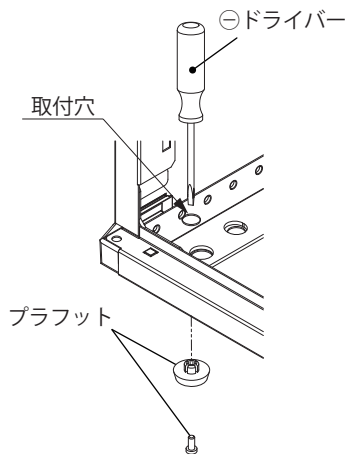

図 6
1. ラック本体底面の取付穴にあるプラフット(4 か所)を⊖ドライバーなどを利用し、ラック内側からプラフットの中央部を押して取り外してください。(図 6)